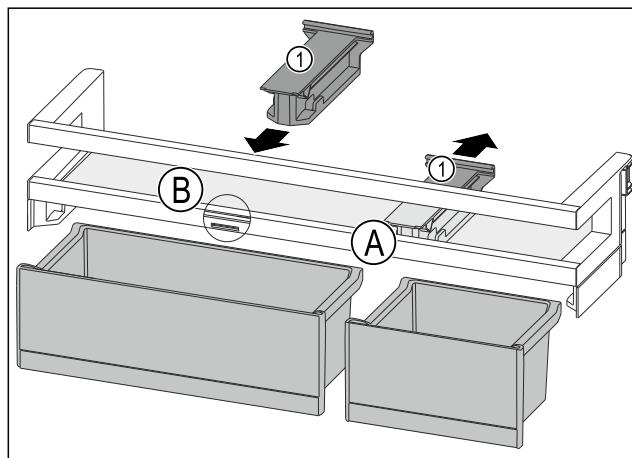

Fig. 89
- ▶ Halteteil Fig. 89 (1) in Position Fig. 89 (A) nach hinten abziehen.
- ▶ Halteteil Fig. 89 (1) in Position Fig. 89 (B) einsetzen.